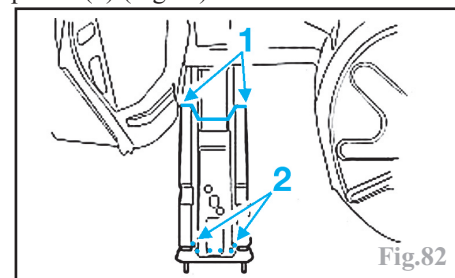

Fig.82
Soudage en cordon continu (1) sous protection gazeuse et par résistance par points (2) (Fig.82)